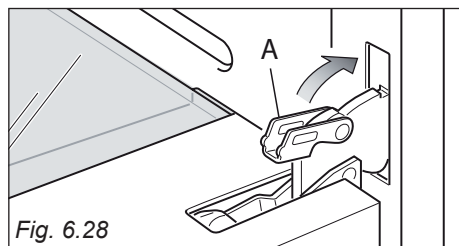

Fig. 6.28
- Aprire completamente la porta del forno e richiudere la leva "A" delle cerniere destra e sinistra (fig. 6.28).